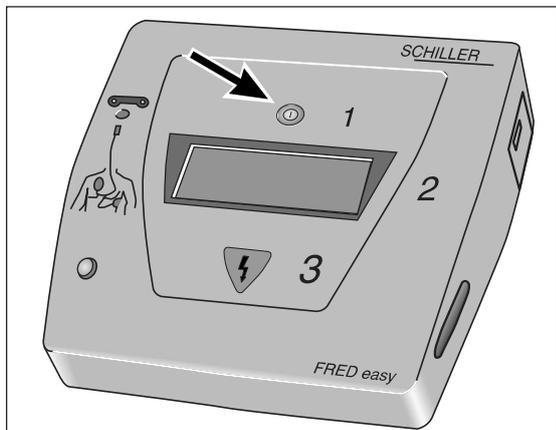

Bild 2-1. **FRED easy**®, Taste zum Ein- und Ausschalten des Gerätes und Starten der Analyse
Der Warnton ertönt so lange, bis die Batterie erschöpft ist. Durch Drücken der Taste  (Pfeil, Bild 2-1) kann der Selbsttest wiederholt werden, und eine entsprechende Fehlermeldung erscheint.
Durch Drücken der Taste ① (Pfeil, Bild 2-1) wird eine entsprechende Fehlermeldung angezeigt.